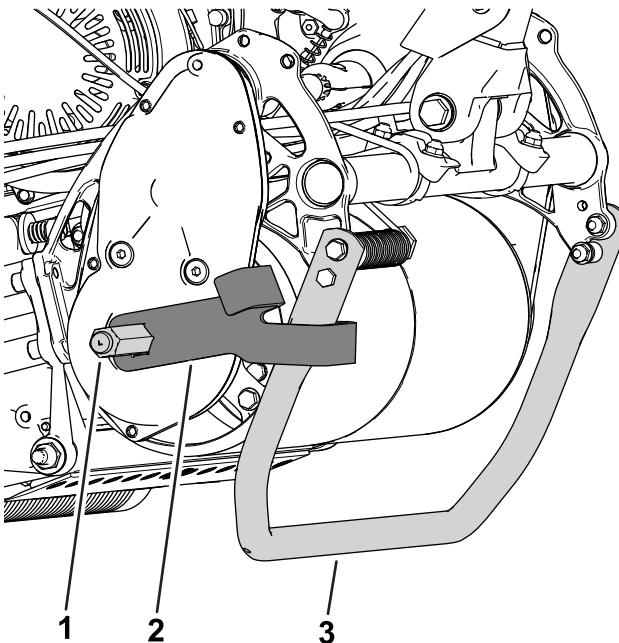

Figura 10
- Tambor posicionado em High:** deslize o suporte por cima do veio com o braço mais comprido voltado para a máquina (como se mostra em Figura 10).